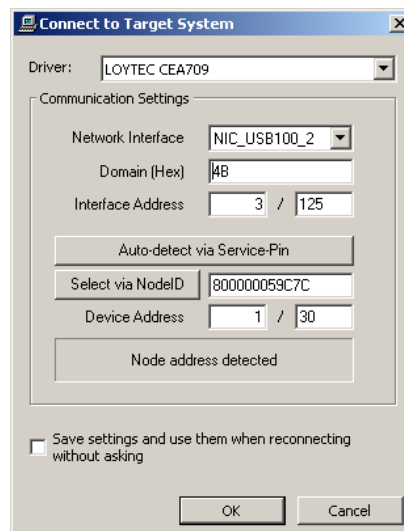

Abbildung 161: Verbinden über CEA-709
- **CEA-709:** Wählen Sie das Netzwerk-Interface, das benutzt werden soll, und füllen Sie die weiteren Felder aus, wie in Abbildung 161 gezeigt. Alternativ dazu können Sie auch das Netzwerk-Interface auswählen und **Auto-detect via Service-Pin** drücken.